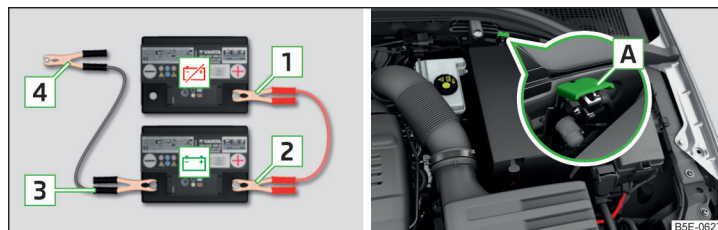

Fig. 214 Pornirea asistată: - bateria descărcată, - bateria furnizoare de curent/punctul de masă al motorului la sistem START-STOP
- La autovehiculele cu sistem START-STOP conectați clema **4** la punctul de masă al motorului **A** » fig. 214.